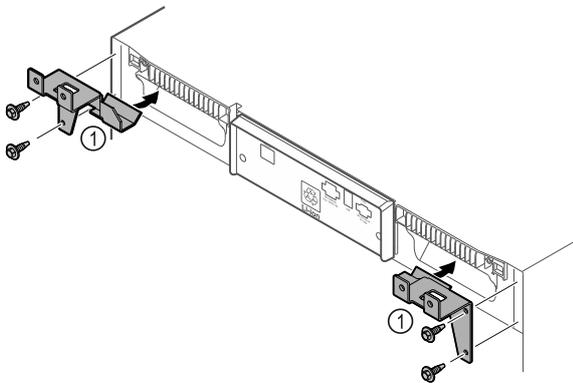

Fig. 10
▶ 用随附的自攻螺丝将固定部件 Fig. 10 (1) 安装在冰箱上。